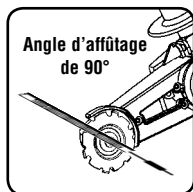

Fig.15
1. Débranchez le Mini Grinder. 2. Utiliser un fichier métallique rond de (5/32 po) ou 4 mm (MIN.FG.002). Lors de l'affûtage, maintenez le fichier à 90 sur la lame, en gardant le niveau du fichier. (Comme indiqué sur la fig. 15)